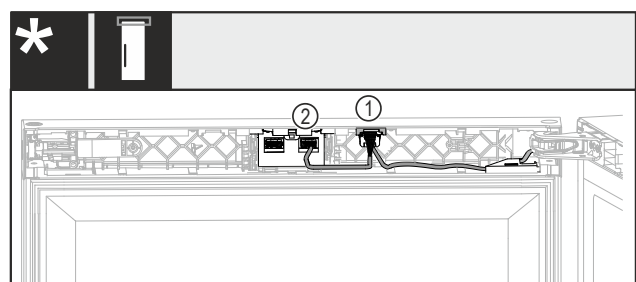

Fig. 39 Ohne Schloss oder mit mechanischem Schloss\*
- ▶ Stecker mit beiden Kabeln *Fig. 39 (1)* in die Führung einschieben.\*
- ▶ Stecker mit einem Kabel *Fig. 39 (2)* im rechten Nest einrasten.\*